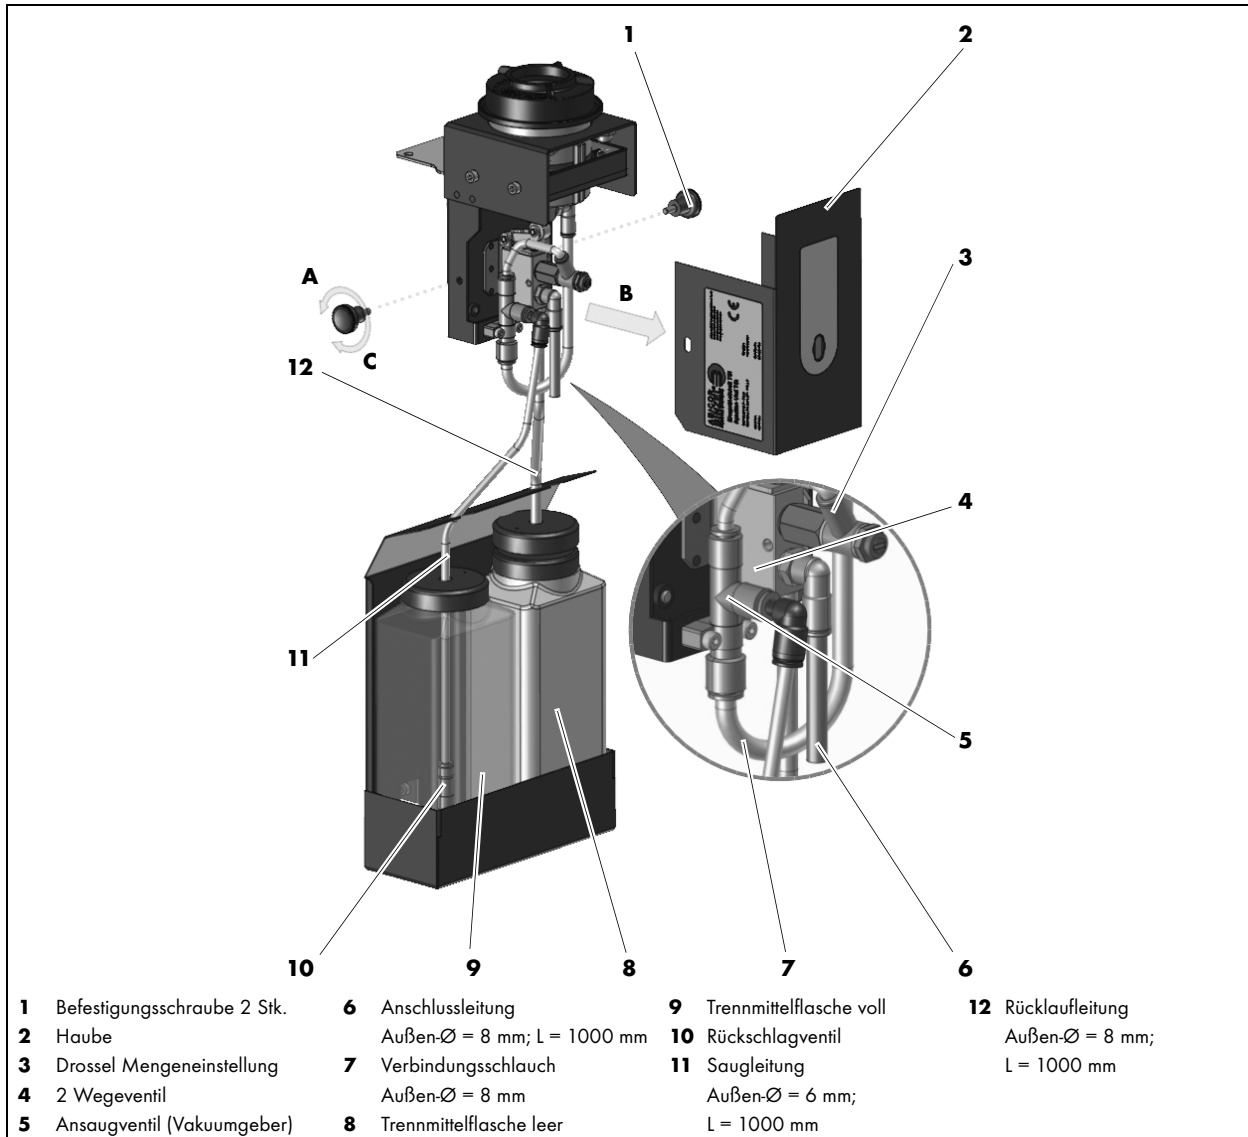

Abb. 6 Druckluftleitung anschließen
<ul style="list-style-type: none"> • Rücklaufleitung (12) auf Funktion prüfen, ggf. demontieren und mit Druckluft ausblasen. ⇒ Abb. 6 Druckluftleitung anschließen auf Seite DE-12